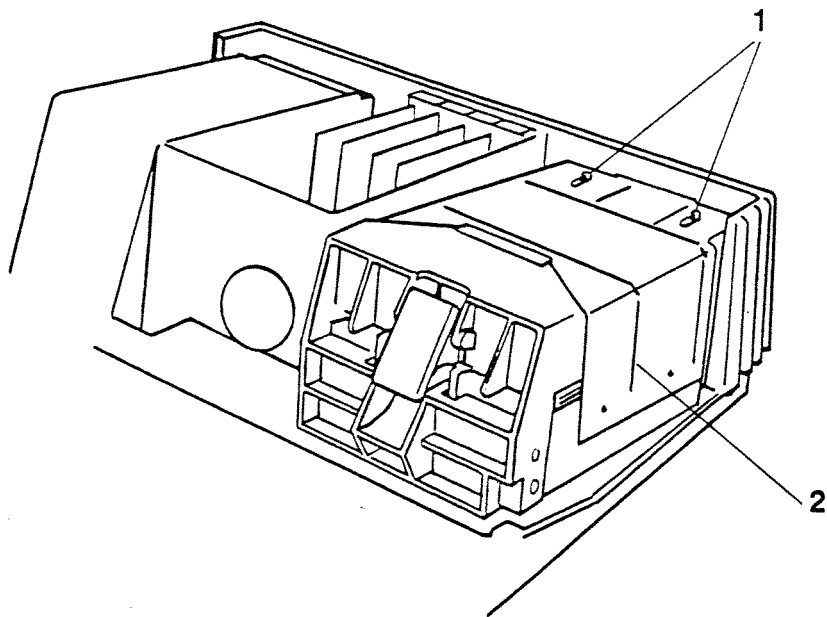

FIGURE 4
2. Sie müssen zuerst die Abdeckung der Disketteneinheit entfernen, um an die Analogkarte heranzukommen. Gebrauchen Sie einen Schraubendreher, um die zwei TINNERMAN-Halteklammern an der Abdeckung der Disketteneinheit nach vorne zu schieben (siehe Abbildung 4, Nr. 1).
3. Entfernen Sie die Abdeckung der Disketteneinheit, indem Sie die Seite leicht nach außen biegen und die Abdeckung abheben (siehe Abbildung 4, Nr. 2).